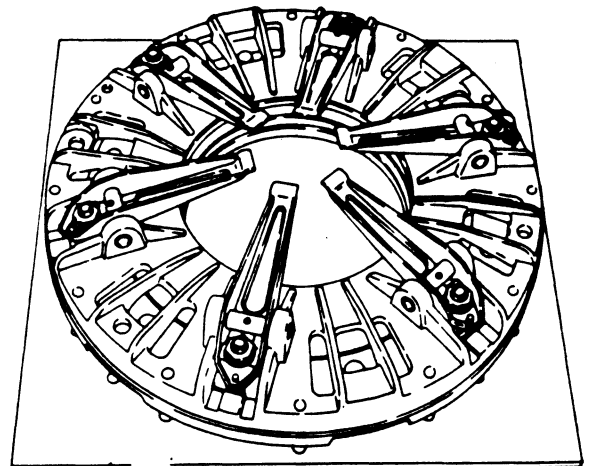

Fig. 8
4. Leg de onderlegschijven op de montageplaat (zie Fig. 8) en leg de drukplaat op deze schijven.